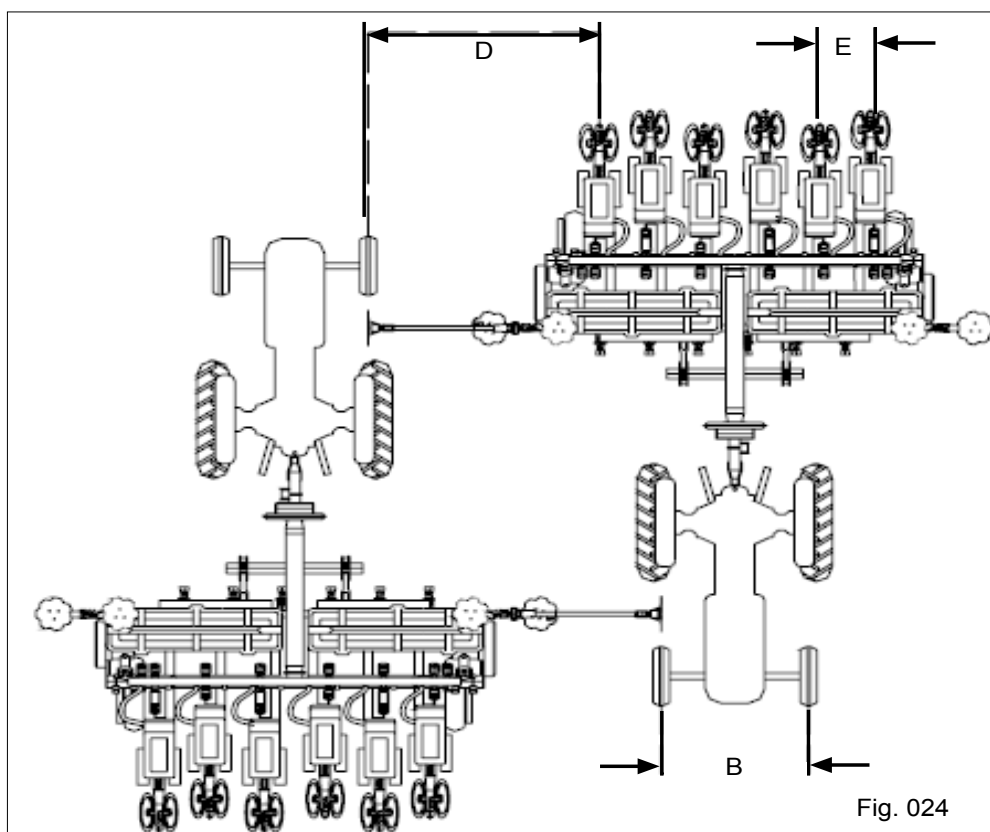

Fig. 024
- Para obter a medida “D” caminhe com a plantadora por alguns metros, meça a distância entre o centro do rastro do trator e o centro da primeira linha de semente (Fig. 024).
- Afrouxe as porcas do grampo de fixação da haste do marcador, a seguir desloque-a até a posição “D” (Fig. 024). Fixe o grampo novamente.